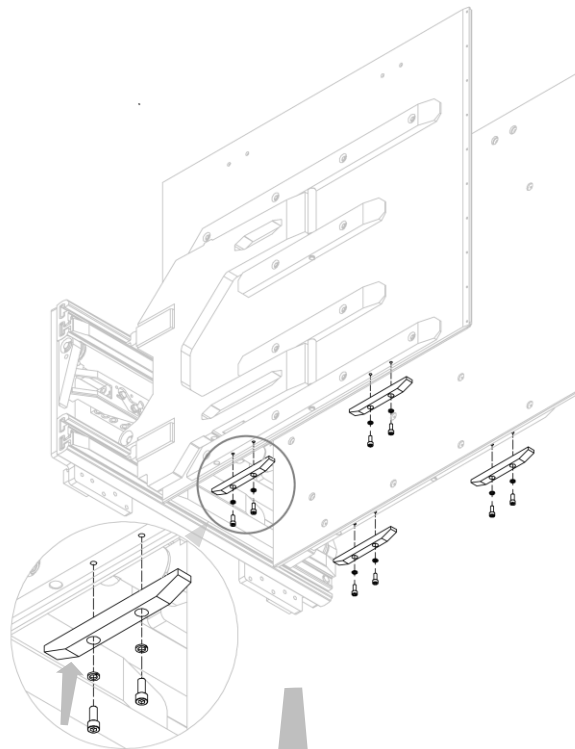

Figura 20
2. Montare i pattini inferiori Anti-Strisciamento in Ertalon avvitando le viti negli appositi fori (vedi *Figura 20* e *Figura 21*).